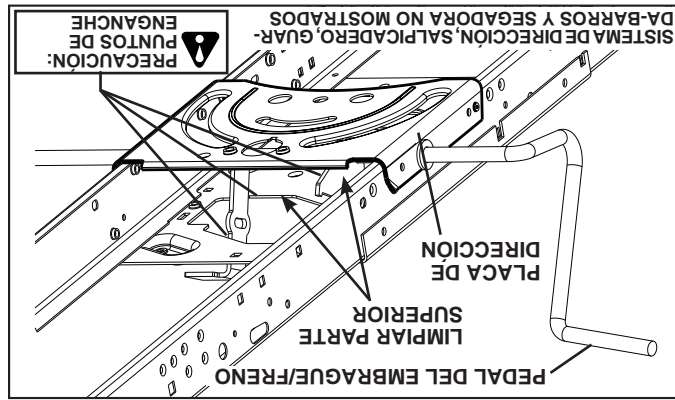

Fig. 31
**PRECAUCIÓN:** Evite todos los puntos de enganche y las piezas móviles. (Vea Fig. 31)